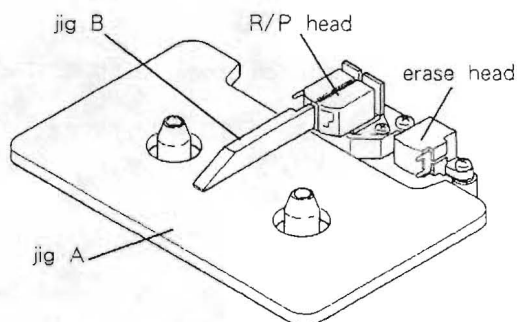
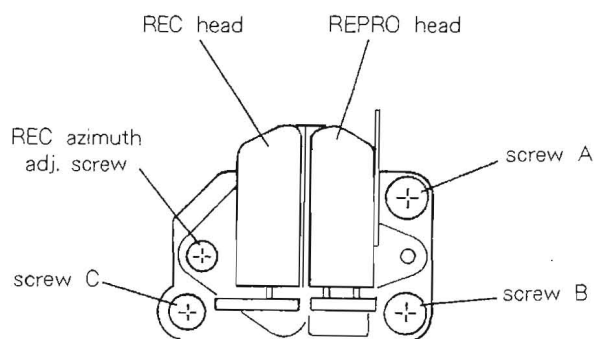

Fig. 2-3
Fig. 2-4
- 3). As with the erase head, confirm using jig B; for adjustment, use height adjustment screw A (Fig. 2-4).
- 4). As shown in Fig. 2-3, place jig B against the head in order to confirm the tilt. Perform tilt adjustment with screw B (Fig. 2-4) so that the head is at right angles with respect to jig B.
- 7). Play back the 10 kHz signal on test tape MTT-256, then adjust playback azimuth adjustment screw C (Fig. 2-4) so that the phase difference between L and R channels is 0°.
- 3). 消去ヘッドと同様に治具Bで確認し、調整は高さ調整ネジA (図2-4) により行う。
- 4). 図2-3のように治具Bをヘッドに当ててチルトを確認し、ヘッドが治具Bに対して垂直になるようにチルト調整ネジB (図2-4) で調整する。
- 7). テスト・テープMTT-256の10kHzを再生して、LchとRchの位相差が0°になるように再生アジマス調整ネジC (図2-4) で調整する。